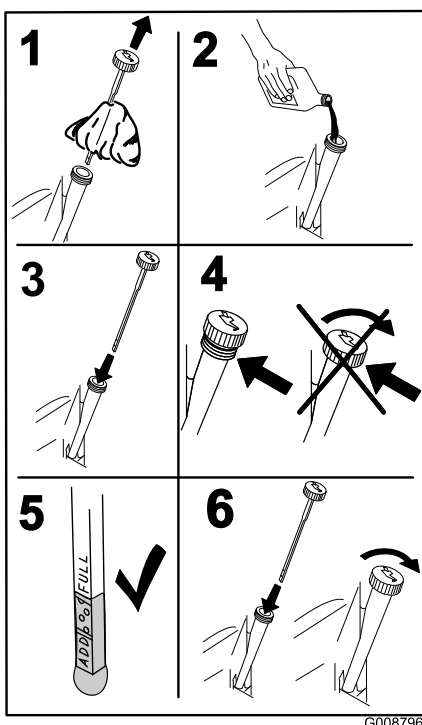

Figure 33
7. Versez lentement environ 80 % de l'huile spécifiée dans le tube de remplissage puis faites l'appoint lentement jusqu'à ce que le niveau atteigne le repère du plein (Full) (Figure 33).